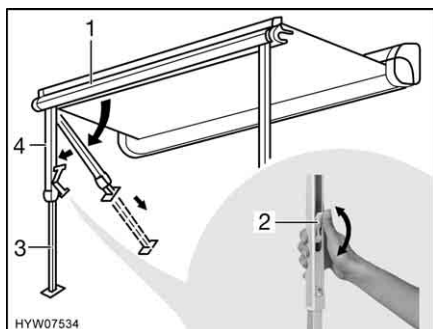

Fig. 17 Installazione dei montanti di supporto
- Rimuovere i montanti di supporto (Fig. 17,4) dal listello anteriore (Fig. 17,1) esercitando una leggera pressione verso l'esterno, quindi ribaltarli e collocarli.
- Estrarre la parte inferiore dei montanti di supporto (Fig. 17,3) fino alla lunghezza desiderata.
- Chiudere il bloccaggio presente sui montanti di supporto. A tale scopo, spingere la leva di serraggio (Fig. 17,2) verso l'alto.